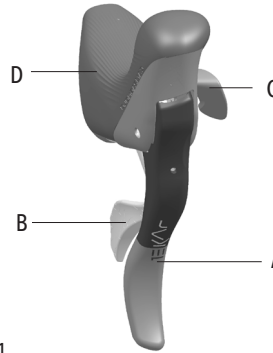

Fig.1
- leva del freno (A - Fig.1)
- leva esterna (B - Fig.1)
- leva interna (C - Fig.1)
- copricomando (D - Fig.1)
L'azionamento della leva A (Fig. 1) determina il funzionamento del freno: verificate, azionando ciascun comando, a quale ruota corrisponda tale azionamento.